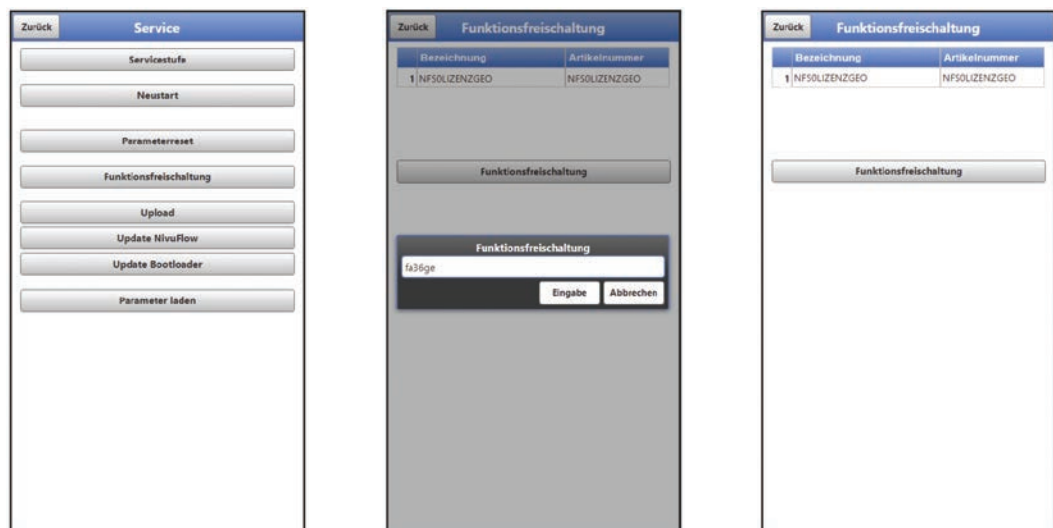

Abb. 33-8 Freischaltung der Lizenz im Anzeigetool des NFS
2. Nach Erhalt des NFS Geräts und der E-Mail mit dem/den Lizenzcode/s das Anzeige- und Bedienmodul (Smartphone, Tablet, Notebook, PC etc.) für das jeweilige NFS öffnen und das Menü >System< / >Service< / >Funktionsfreischaltung< (Abb. 33-8) öffnen (siehe auch Betriebsanleitung des genutzten Anzeige- und Bedienmoduls).